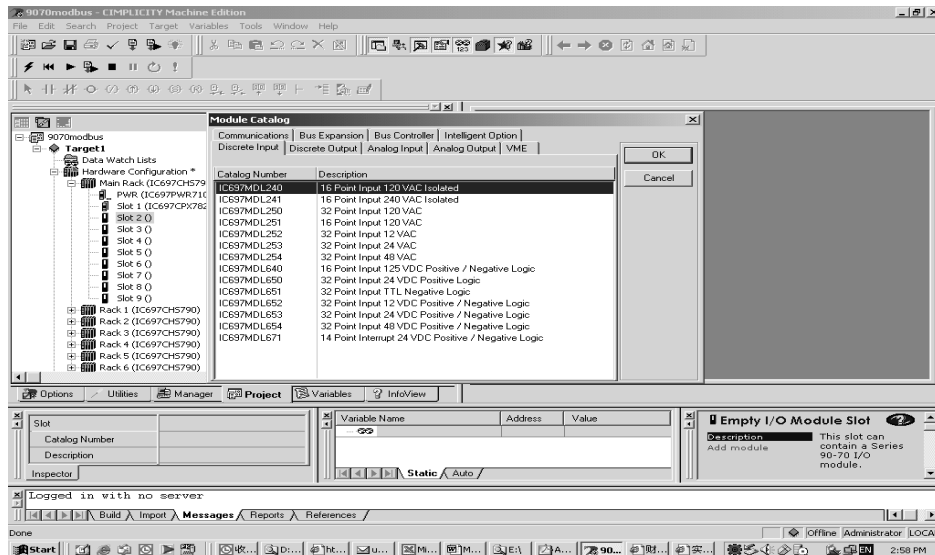

图 9
4. 点击 Target 1 下的 Hardware Configuration 左侧的 + 号按钮，然后点击主机架，将光标点到槽 2，然后双击，出现图 9 画面。